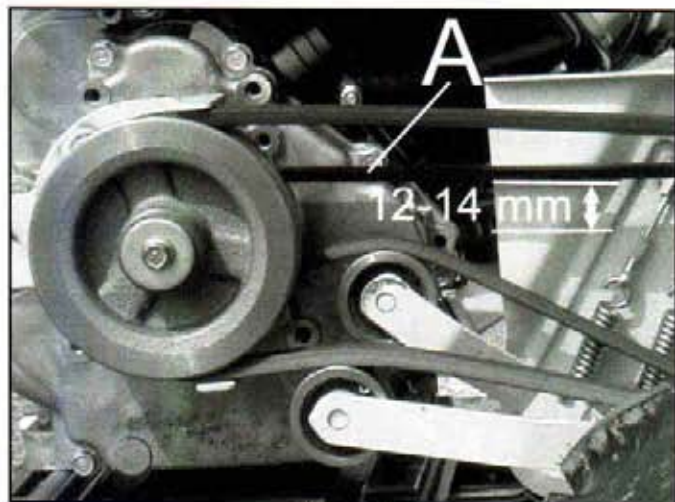

Figure 29
- Quand vous appuyer sur cette courroie avec un doigt (figure 29, repère A) la flèche doit être comprise entre 12 et 14 mm (figure 29). Si tel n'est pas le cas, modifier la tension du câble de commande de la transmission. Reportez-vous au chapitre « **Tension du câble commandant la transmission** » page 23.